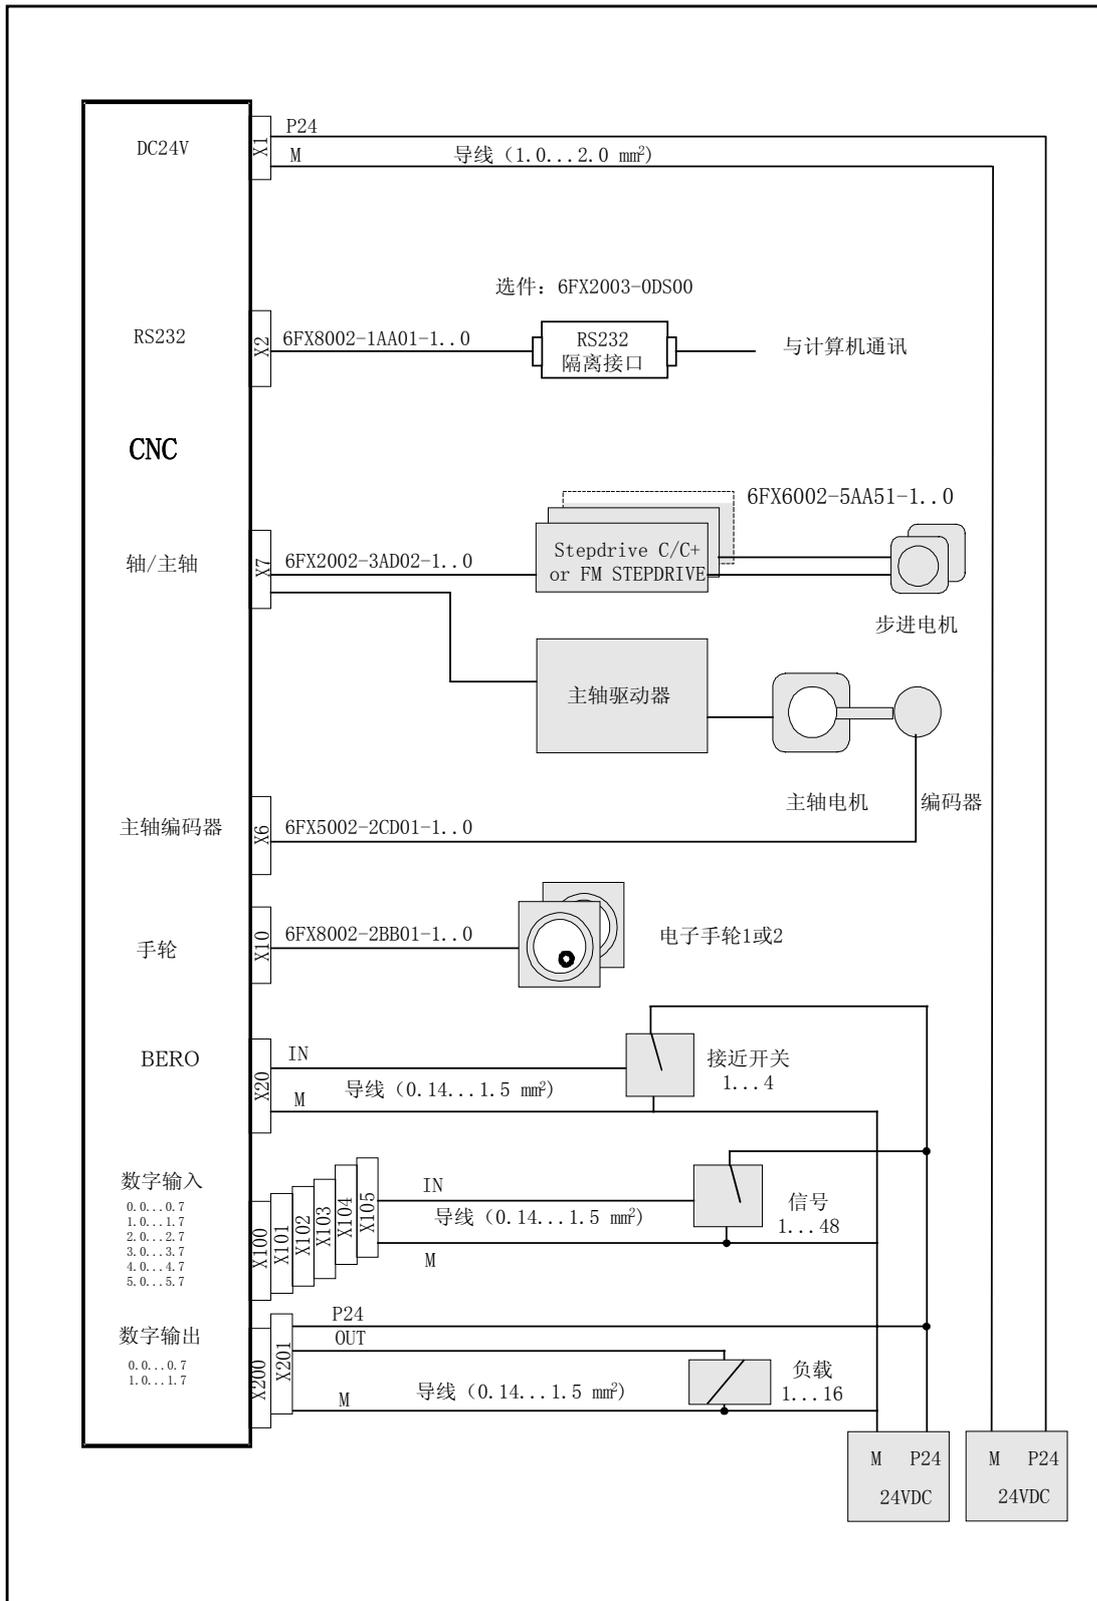

图 2-4 SINUMERIK802S base line 的部件连接
按照图 2-4 连接系统的各个组件, 对于所要求的各种电缆, 请参照下图。
1. 按照图 2-4 连接各个部件